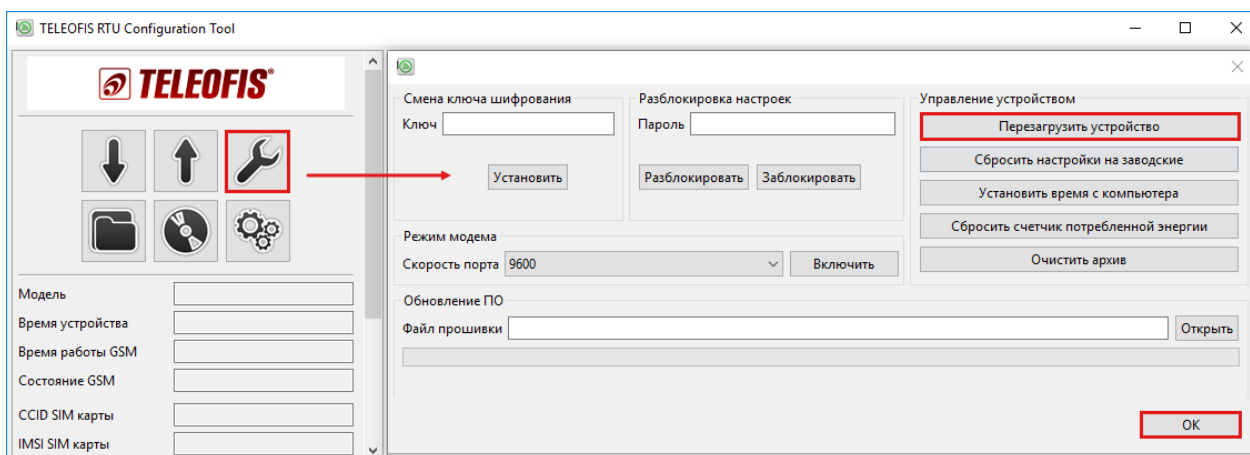

Рис. 56. Программная перезагрузка УСПД RTU602.
Меню **Сервисные функции - Перезагрузить устройство** (Рис. 56).
**Сброс настроек** на заводские значения производится с помощью программы **RTU Configuration Tool** в меню **Сервисные функции** (Рис. 56).